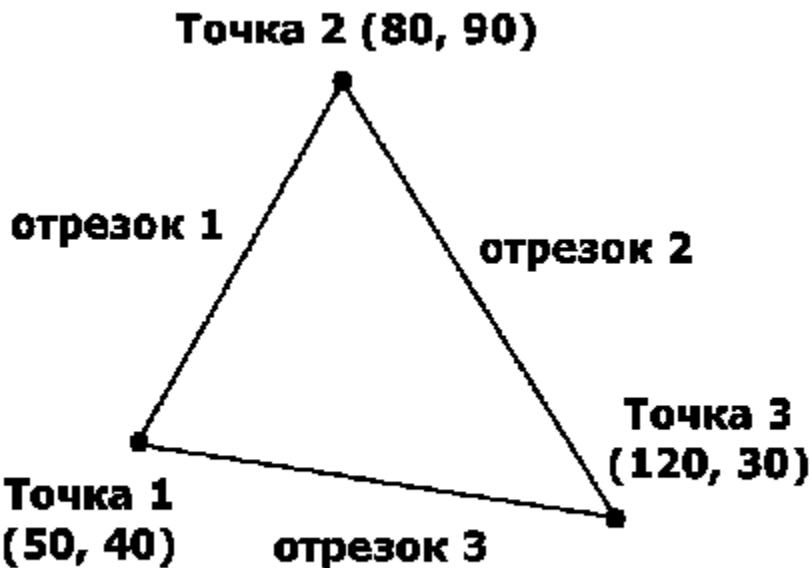

Рис. 1.25. Построение замкнутого контура
1. Вначале следует ввести в командную строку название команды Line и на первый вопрос системы (Specify first point) указать координаты первой вершины (рис. 1.25). Самый простой способ задания первой точки отрезка – указать ее с помощью мыши на видимой части графической зоны, а затем зафиксировать левым щелчком мыши. При таком выборе координат точки можно ориентироваться на счетчик координат, расположенный в левом нижнем углу – в строке состояния. В нашем случае координаты точки задаются путем ввода числовых значений в командную строку с клавиатуры (50,40).
Протокол диалога AutoCAD и пользователя в этом случае будет иметь следующий вид (листинг 1.4), а результат построений представлен на рис. 1.25.